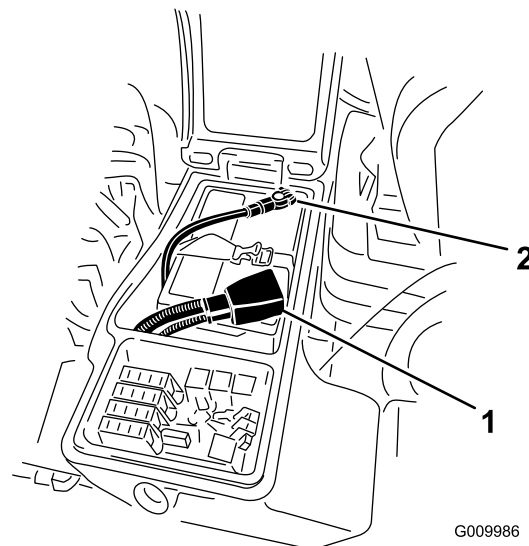

図 2
3. バッテリーのマイナス-端子からマイナスケーブル黒を外し、次に、プラス+端子からプラスケーブル赤を外す 図 2。